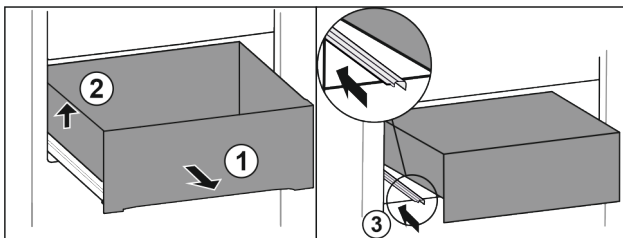

Fig. 90
- ▶ Vytiahnite zásuvku až na doraz. Fig. 90 (1)
- ▶ Nadvihnite zásuvku doľava. Fig. 90 (2)
- ▶ Zasuňte ľavú koľajničku. Fig. 90 (3)